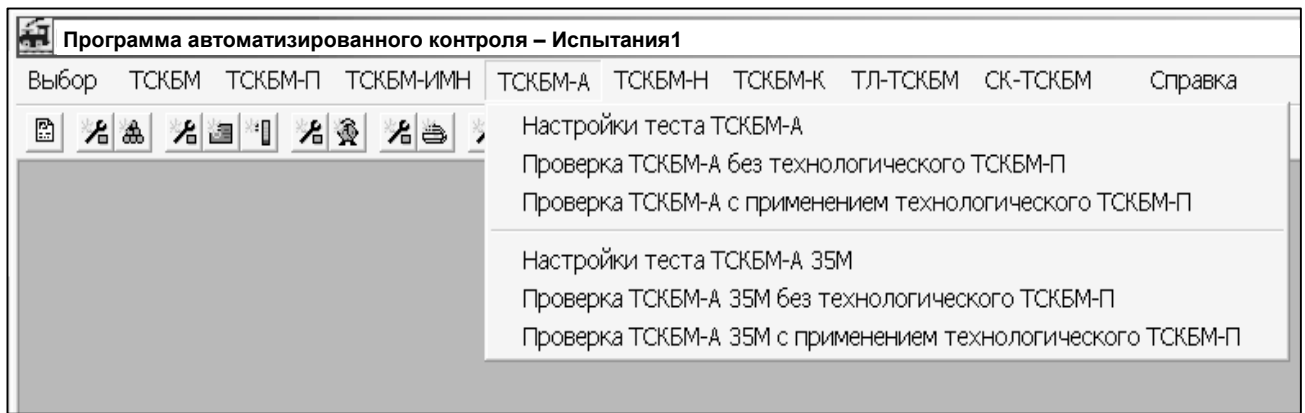

Рисунок 2.59 - Меню Испытания \ ТСКБМ-А с применением технологического ТСКБМ-П
1) В меню **Испытания** программы Board откройте пункт **ТСКБМ-А \ Настройка теста ТСКБМ-А** (рисунок 2.59).